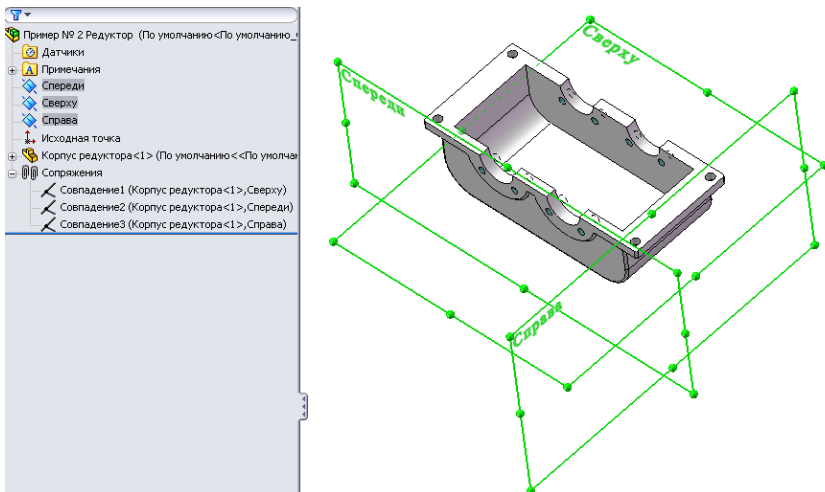

Рисунок 11.28 - Завдання умов сполучення деталі
5. Для того щоб корпус редуктора зорієнтувати щодо площин тривимірного простору, задамо умови сполучення: збіг площини «Сверху» й днища корпуса (рис. 11.28), а також збіг бічних поверхонь корпуса із площинами «Спереди» й «Справа».